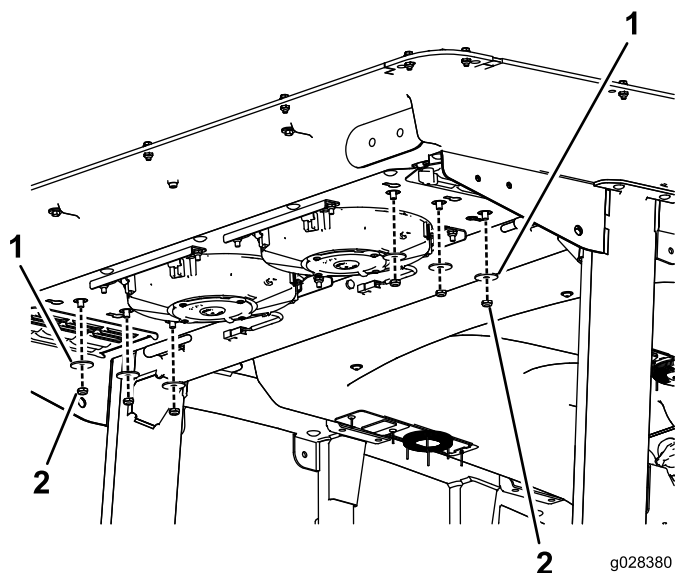

Figura 94
2. Retire las 6 tuercas y arandelas de la parte inferior de la parte trasera de la cabina (Figura 94).